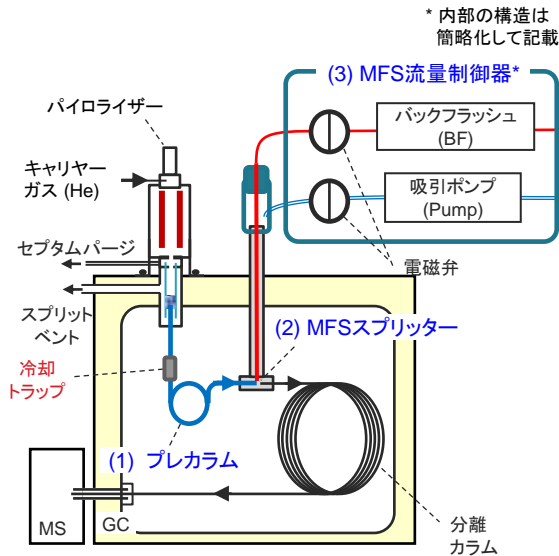
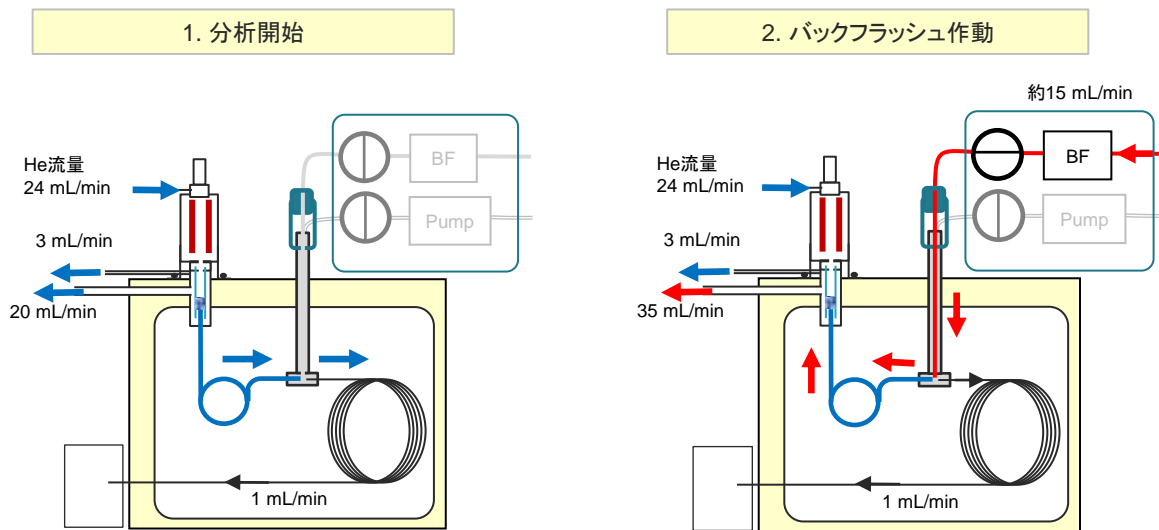

Fig.1 多機能スプリットレス・サンプラーを備えた Py-GC/MS装置構成。
Fig. 2 MFSを用いたバックフラッシュの動作原理。
【原理】 Fig. 1にMFSを備えた装置構成、Fig. 2にバックフラッシュの動作原理を示す。以下は全てソフトウェア上で設定・制御する。(1) EGA/PY-3030Dソフトウェア上でF-Splitless注入法による熱分解条件と併せて、バックフラッシュ開始時間を設定する。(2) 前報の通り、F-Splitless注入法により生成した熱分解生成物の分析を開始する。(3) GC/MS測定開始後、(1)で設定した時間に、系内に逆方向にガスが導入されて、プレカラムに残留した高沸点成分をバックフラッシュする。